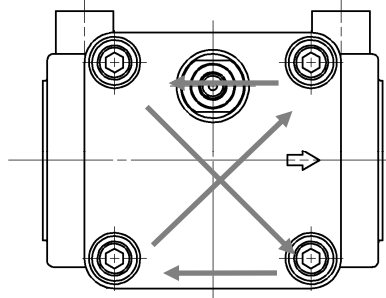

図 5-1 六角穴付ボルトの締付方法
- ①運転を停止してください。
- ②本フィルタが設置されているシステム機器の圧力計で圧力がゼロであることを確認してください。
- ③IN, OUT の順番にバルブを閉じてください。
- ④ドレンプラグを緩めた後、カバーの六角穴付ボルトを緩めて(図 5-1 参照)内部の流体をドレンポートより全て排出してください。
- ⑤カバーの六角穴付ボルトを取外してください。
- ⑥カバーを引き上げて取外してください。カバーとエレメントが一緒に持ち上がります。
【5】六角穴付ボルト締付「図 5-1 参照」